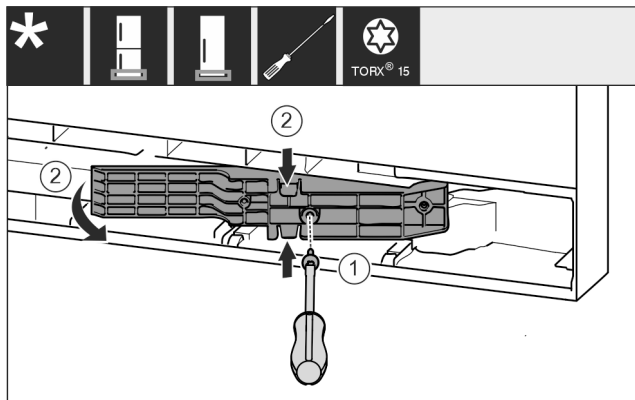

Fig. 18 \*
- ▶ Vijake odvijte z izvijačem T15. Fig. 18 (1)\*
- ▶ Izvlecite prilagodilnik. Fig. 18 (2)\*